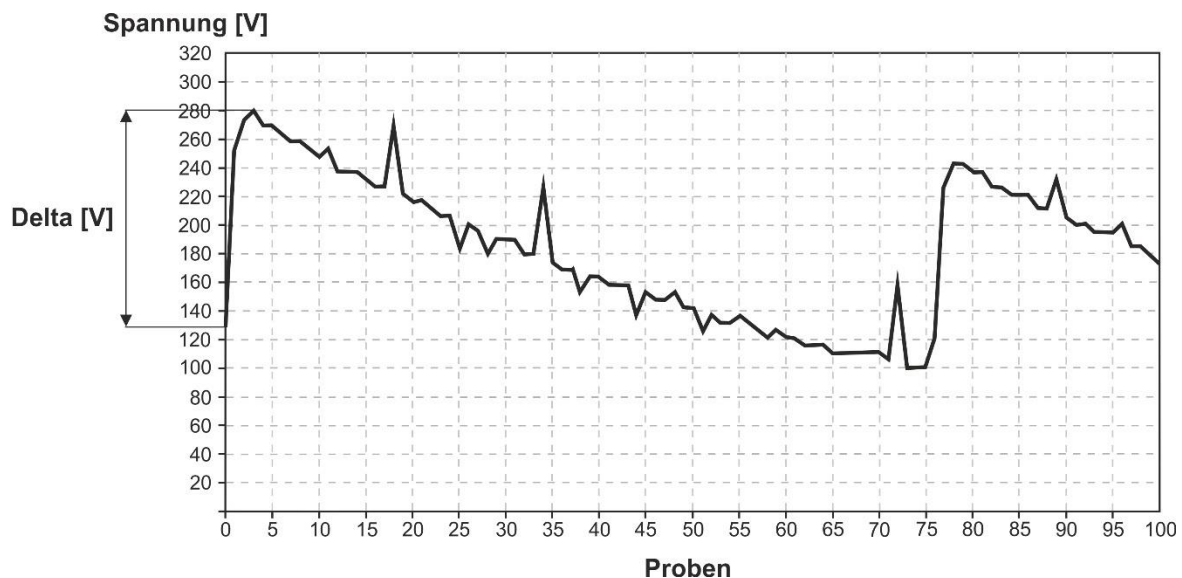

Abb. 92: Analyse von schnellen Spannungstransienten
2. Das Instrument misst immer **1000 Proben von 1µs** des Signals, das dann in Abhängigkeit vom eingestellten Beobachtungsfenster weiter abgetastet wird, und speichert **nur 100** (siehe Abb. 92), um internen Speicher zu sparen (z. B. wenn Fenster = 100 µs → Spike erkannt und 100 Werte mit einer Auflösung von 1 µs verfügbar; wenn Fenster = 200 µs → Spike erkannt und 100 Werte mit einer Auflösung von 2 µs verfügbar, usw.)
3. Das Instrument speichert ein **Delta [V]**, das der **Differenz Inter dem momentanen Wert der Spannung vor dem Spike und dem Spitzenwert des Spikes entspricht** (siehe Abb. 92)